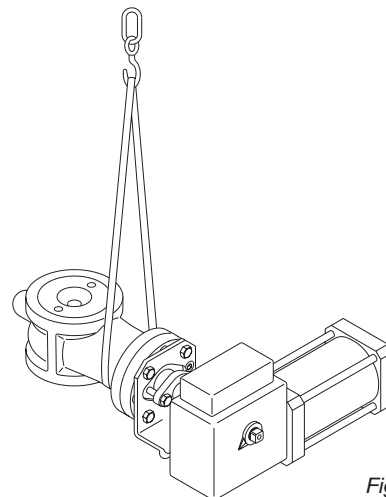

Fig. 2
4. Använd lyftanordning och stroppar för att lyfta ventilen på plats. Lyft ej i ställdon utan placera stropparna runt ventilhuset (Fig. 2, sidan 2).